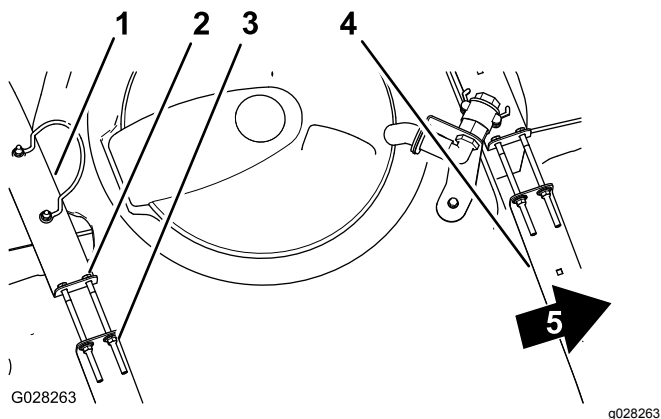

図 26
2. タンクとタンク固定ベルトとの間に、たるみができていないか点検する 図 26。
3. ベルトにゆるみがある場合には、ベルトの上部にあるフランジロックナットとボルトを締めてベルトとタンクとが面一になるようにする図 26。